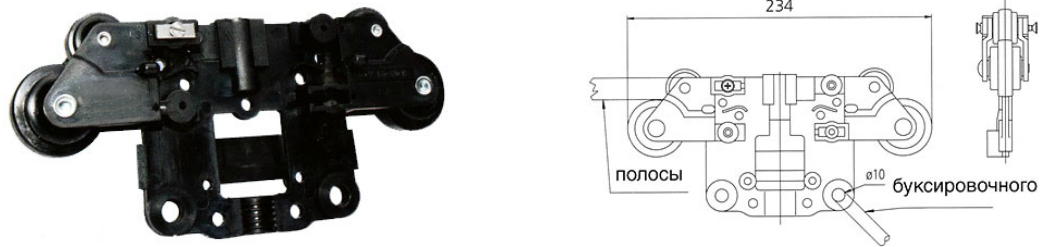

Рисунок 16 – Общий вид каретки для протяжки медной полосы.
3.15. Характеристика каретки для протяжки медной полосы (см. рис.16):